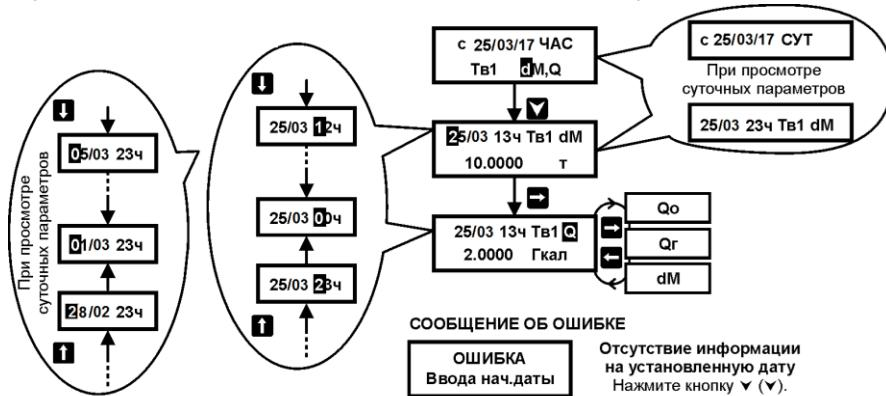
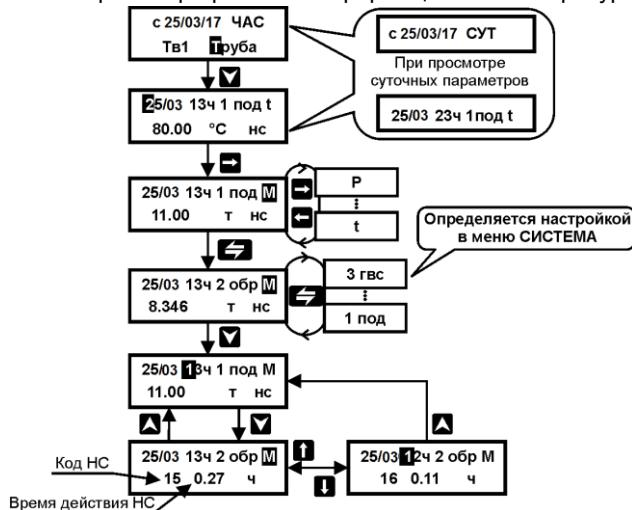

Рисунок 20 – Просмотр архивной информации по тепловому вводу
Рисунок 23 – Просмотр архивной информации по кодам и времени действия НС
При необходимости коды и время их действия за интервал усреднения могут быть просмотрены пользователем прибора. Просмотр информации по НС возможен только по каждому трубопроводу раздельно (см. рисунок 23).
Суточный архив содержит дополнительную информацию о количестве часов в конкретных сутках, когда прибором производились вычисления параметров теплоносителя и тепловой энергии (см. рисунок 20). Количество часов может быть не равно 24 (23 по дисплею) в случае работы прибора неполные сутки (дата сброса и текущие сутки).
3. Войдя нажатием кнопки  $\checkmark$  в меню 3-его уровня (рисунок 20, 21 или 22), последовательным нажатием кнопок  $\rightarrow$  ( $\leftarrow$ ),  $\uparrow$  ( $\downarrow$ ) и  $\square$  при необходимости (рисунок 23) просмотреть требуемую информацию;